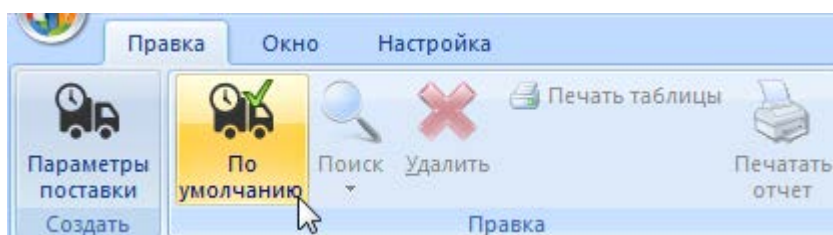

Рис. 9-45 – Вкладка «Правка»
7) После создания параметров поставки необходимо указать, какой из маршрутов будет использоваться по умолчанию. Для этого в окне связанных объектов выделить поставку и нажать кнопку «По умолчанию» панели «Правка» (рис. 9-45).